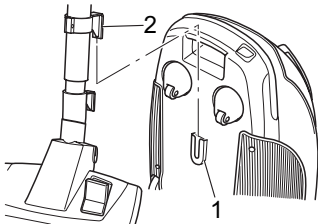

Abb. 16
- Zum **Abstellen** können Sie auch die Verstauhalterung (Abb. 16/1) an der Unterseite des Bodenstaubsaugers verwenden. Hier können Sie den Verstauhaken (Abb. 16/2) am Teleskoprohr einhaken (Abb. 16).